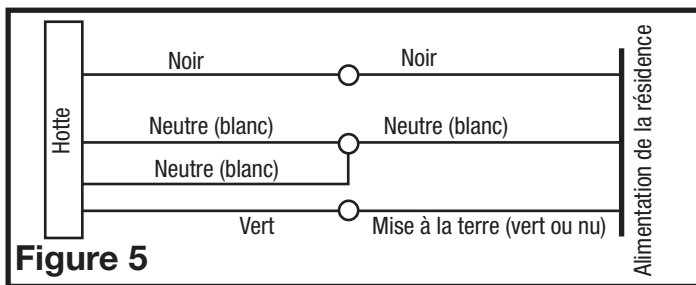

Figure 5
- Examinez le couvercle du compartiment de câblage et sélectionnez l'entrée des câbles la plus appropriée puis retirez l'alvéole défonçable. Passez le câble d'alimentation dans l'ouverture et installez un serre-câble approprié. Connectez les deux câbles blancs lâches de la hotte au câble blanc de l'alimentation, et le câble noir lâche de la hotte au câble noir de l'alimentation. Branchez le fil de mise à la terre (vert ou dénudé) du bloc d'alimentation à la vis de mise à la terre verte de la hotte. Suivez les méthodes homologuées pour effectuer toutes les connexions (Figure 5).